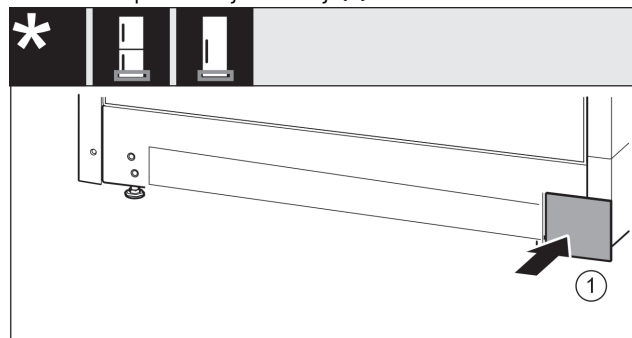

Fig. 37
- ▶ Oblogo ponovno namestite na drugi strani. Fig. 37 (1)